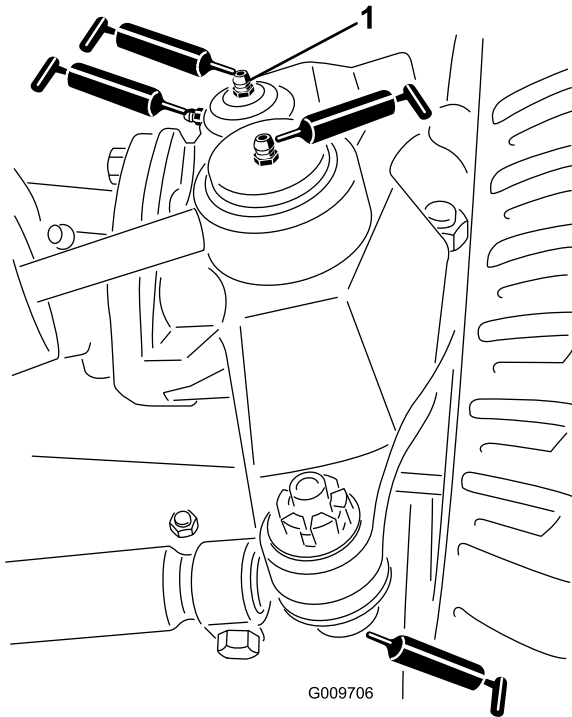

Bild 23
- Lenkzylinder-Kugelgelenke (2) (Bild 23)
- Spurstangen-Kugelgelenke (2) (Bild 23)
- Achsschenkelbolzen (2) (Bild 23) **Fetten Sie die obere Armatur am Achsschenkelbolzen nur einmal jährlich (2 Pumpen).**